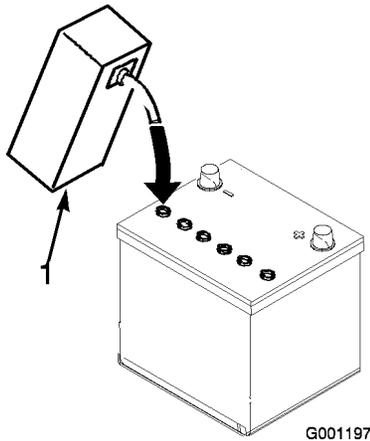

図 9
3. 各セルに慎重に電解液を満たす。電極板が6mm程度水没するぐらいが適当(図9)。
4. 電極板が液を吸収するまで20~30分間程度待つ。必要に応じて、電極板が6mm程度水没するぐらいに電解液を補充する(図9)。